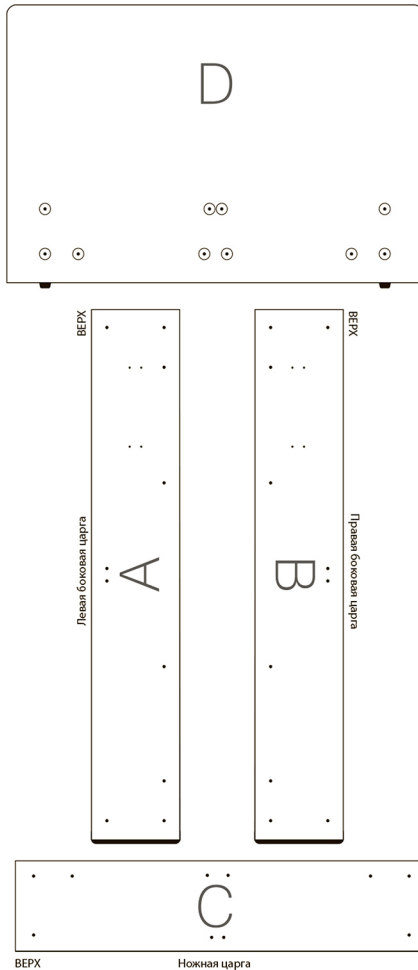

Рис. 1 Правильная раскладка основных элементов кровати
4. Разложите детали изделия на ровной поверхности в правильном для сборки порядке (рис. 1).